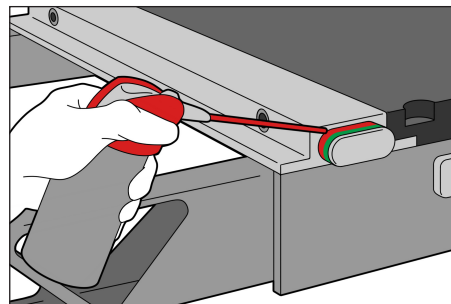

Abb. 5
7. Sprühen Sie Schmiermittel in die Spalte zwischen der Oberseite des Knopfs und dem Verriegelungsgehäuse, um die innen liegenden Komponenten zu schmieren. (Abb. 5).